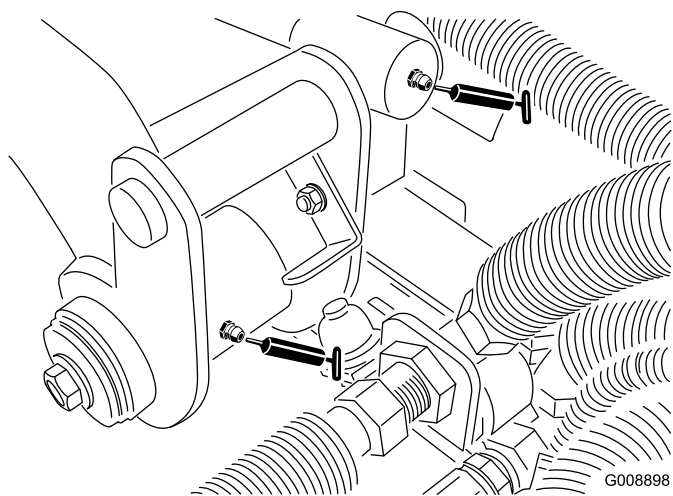

Figura 48
- Perno del braccio di sollevamento posteriore e cilindro di sollevamento (2) (Figura 48)